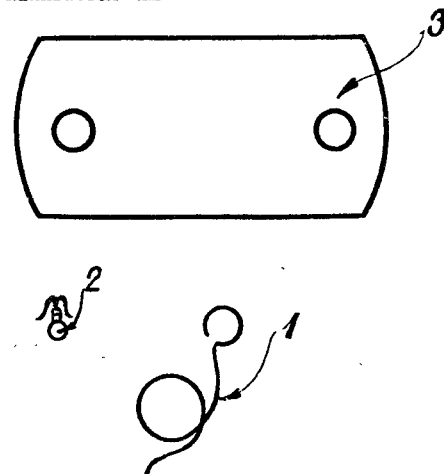

Рис. 4
С правой стороны корпуса, у конца пластинки 2 (рис. 1), в боковой стенке сверлится отверстие и к корпусу припаивается изнутри гайка. Винт, плотно входящий в нее, служит для регулировки натяжения нити амперметра. На второй длинный контакт надевается пружинка, пластинка (2) и шайбочка, после чего он вставляется в корпус и прочно заворачивается. Через маленькие дырочки в пластинках (1) и (2) пропускается нагреваемая нить. При этом боковой винт следует полностью закрутить. Концы проволоки (нити) припаиваются к пластинкам. Шелковая нитка обертывается один раз вокруг резинки, надетой на ось, обходя ее по движению часовой стрелки. Далее стойка привинчивается к корпусу двумя короткими контактами, гайками внутрь. Нить амперметра натягивают вывинчиванием бокового винта (осторожно). На натянутую нить, посередине, своими кончиками навивается проволока петельки 2 (рис. 4).
Из кусочка стальной или никелиновой проволоки диаметром приблизительно в 2 раза большим диаметра нити амперметра (указания относительно выбора нити прибора будут приведены в конце) свивается пружина (рис. 4). Из 0,3 мм медной проволоки свивается петелька 2 (рис. 4), к которой привязывается кусочек шелковой нитки или шелковая оплетка от мягкого шнура.
Из листа слюды вырезают подкладку 3 (рис. 4) под пластинки 1 и 2, дабы при провисании нить не слишком сильно